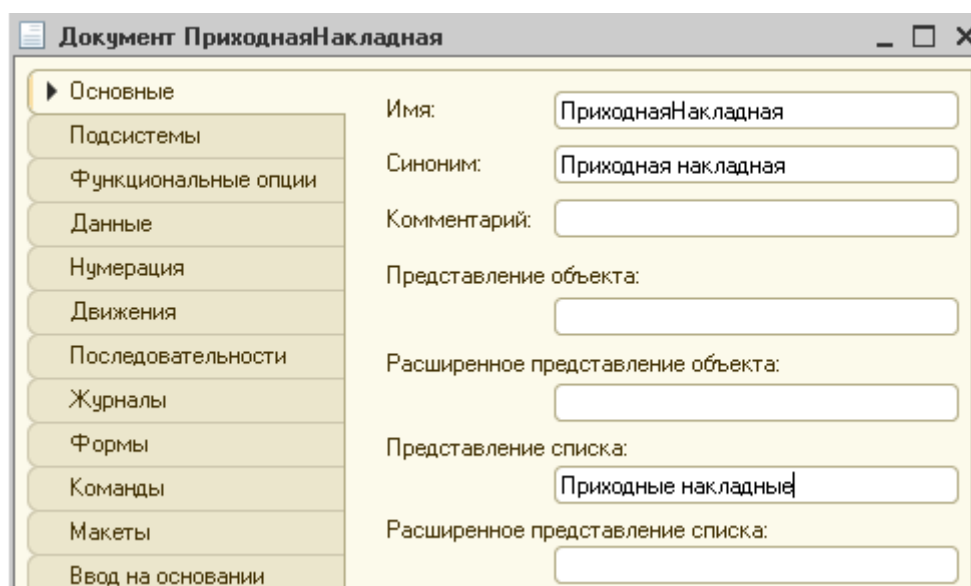

Рисунок 2.1 Настройка закладки Основные
1. Правой кнопкой мыши щелкнуть по строке **Документы** в дереве конфигурации. Выполнить пункт **Добавить**. Настроить вкладку **Основные** (рис.2.1)